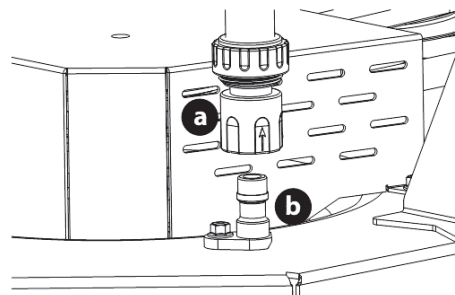

Рис. 16
3. Снимите защитную крышку со штуцера с левой стороны режущей деки и установите шланг. Оттяните стопорное кольцо переходника насадки (а), затем наденьте переходник насадки на штуцер для мойки режущей деки (с). Отпустите стопорное кольцо, чтобы зафиксировать переходник насадки на штуцере (рис. 16).